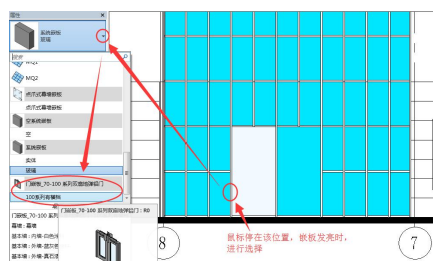

图 6-13 选择嵌板修改类型
• 鼠标停在嵌板边缘处，按键盘 Tab 键多次直至状态栏显示“幕墙嵌板:系统嵌板:玻璃:R0”，点击鼠标左键选择该嵌板；更改其类型为“100 系列有横档”（图 6-13）。同理，修改右侧嵌板也为“100 系列有横档”。